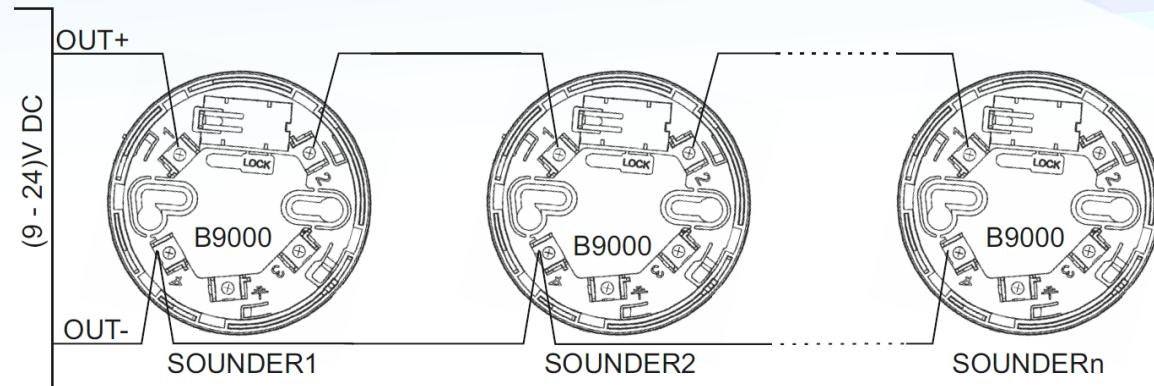

Fig.1
- Connectez les câbles électriques conformément au schéma ci-joint (**Figure 1**);